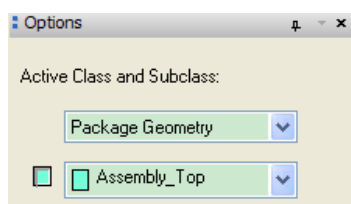

图 2.18 添加装配层
- 修改好就添加丝印和其它层。点击工具栏的  图标，或者选择 Shape->Rectangular。Options 窗口中选择如图 2.18 所示添加装配层。